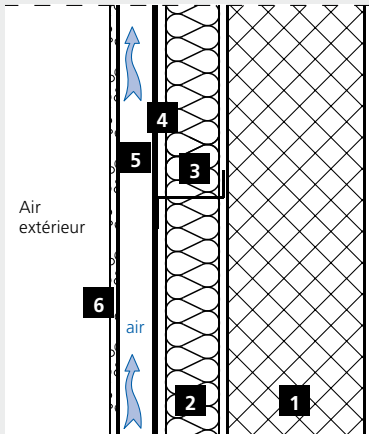

fig. g1
- des phénomènes de condensation nocturne, notamment en cas de forte baisse de température, notamment lorsqu'il y a un pare-pluie ? (fig. g1, g2, page 31).